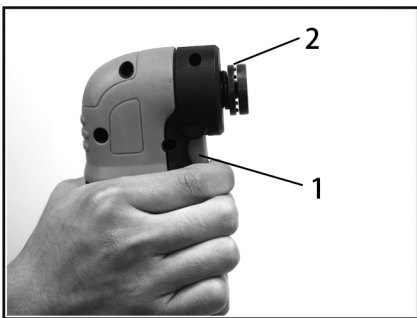
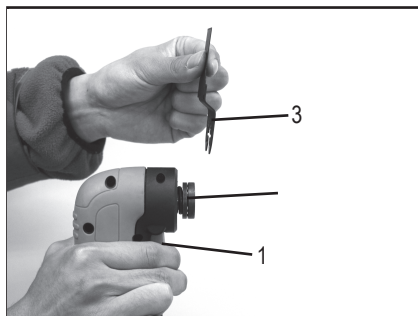
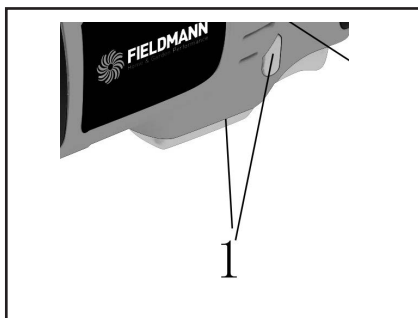

Рис. 1
Рис. 2
Рис. 5
1. Нажмите на держатель аксессуаров (1). Рис. 1
2. Установите диск (3) на держатель принадлежности (Рис. 2).
- ✿ Если Вы хотите включить инструмент, передвиньте выключатель (1) в направлении к передней части инструмента (Рис. 5).
- ✿ Если Вы хотите выключить инструмент, передвиньте выключатель в направлении к задней части инструмента (Рис. 5).
1. Установите на инструмент пильное полотно для резки дерева заподлицо (Рис. 2)
2. Положите на пол кусок разбитой плитки (1) примерно в 1/2" (25 мм) от откосов дверного проема (2)
3. Положите инструмент с пильным полотном (3) так, чтобы он слегка прикасался к поверхности плитки, и чтобы режущие зубья НЕ ПРИКАСАЛИСЬ к разрезаемой поверхности.
4. Установите самые высокие обороты и включите инструмент (Рис. 5 и 6).
1. Установите на инструмент пильное полотно для резки дерева заподлицо (Рис. 2).
3. Установите режущее полотно (2) близко над полом в центре одной из линий разреза.
4. Установите на инструменте средние обороты и включите инструмент (Рис. 5 и 6)
1. Установите на инструмент полукруглое пильное полотно для дерева и гипсокартона (Рис. 2).
2. Приложите коробку к гипсокартонной стенке и мягким карандашом обозначьте на гипсокартонной стенке необходимое прямоугольное отверстие (1)
3. Установите угловую кромку пильного полотна (2) близко к гипсокартонной стенке в центре одной из линий разреза.
4. Установите самые высокие обороты и включите инструмент (Рис. 5 а б).
1. Установите на многофункциональный инструмент прижимной башмак, как показано на Рис. 2.
4. Переключите выключатель в положение ВКЛЮЧЕНО, как показано на Рис. 5.
1. Установите на многофункциональный инструмент шабер, как показано на Рис. 2, Рис. 1 и 2.
2. Установите регулятор оборотов на 4 и переключите выключатель в положение ВКЛЮЧЕНО, как показано на Рис. 5 и 6.